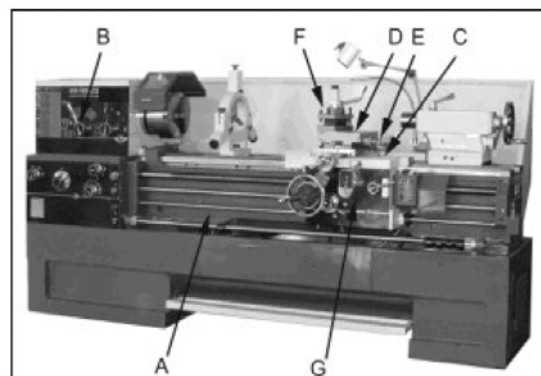

Fig. 10
**Dreiebenkvange.** Dreiebenkvangen (A, fig. 10) er laget av støpejern som gir lave vibrasjoner og høy stivhet. To induksjonshardede og polerte presisjons-v-skiner garanterer supporten og spindeldokken en eksakt styring. Hovedmotoren sitter i stativet under spindeldokken.
**Spindeldokke.** Spindeldokken (B, fig. 10) er støpt av støpejern som gir lave vibrasjoner og høy presisjon. Den er montert på vangen med fire sekskantskruer. Spindelen er montert på koniske presisjonsrullelager.
**Support.** Supporten (C, fig. 10) er støpt av høykvalitativt støpejern. Tverrsleide er montert på supporten og løper på en løs sleide som kan justeres på laskene for at få spill.
Den T-formede supporten (D, fig. 10) er montert på tverrsleide (E, fig. 10) og kan roteres 360°. Supporten og tverrsleide løper i en løs sleide og har motkiler. På supporten sitter en fire veis stålholder.
**Fire veis stålholder.** Fire veis stålholderen (F, fig. 10) sitter på supporten og gjør det mulig å sette på opp til fire verktøy samtidig. Tenk på å bruke minst to låseskruer når skjæreverktøy brukes.
**Forkle.** Forkledet (G, fig. 10) er montert på supporten. Takket være drev med tannstang som styres med et ratt på framsiden av forkledet kan forkledet forskyves raskt og enkelt.